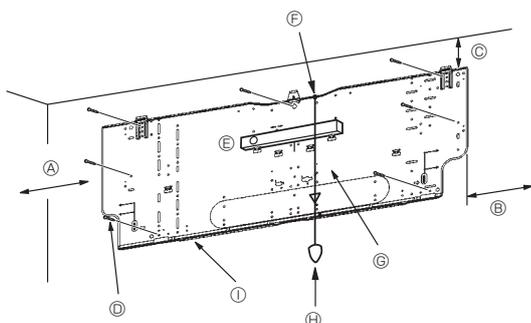
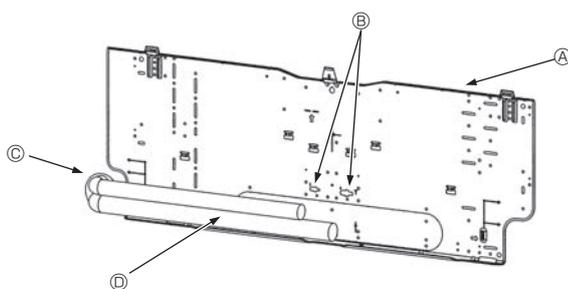

Fig. 3-4
Fig. 3-5
■ PKA-RP60, 71, 100KAL (Fig. 3-4)
- ⓓ Tornillos de fijación (4 x 25) ②
- ⓑ Placa de montaje ①
3.3. Cuando coloque los tubos en la pared (Fig. 3-5)
- ▲ Placa de montaje ①